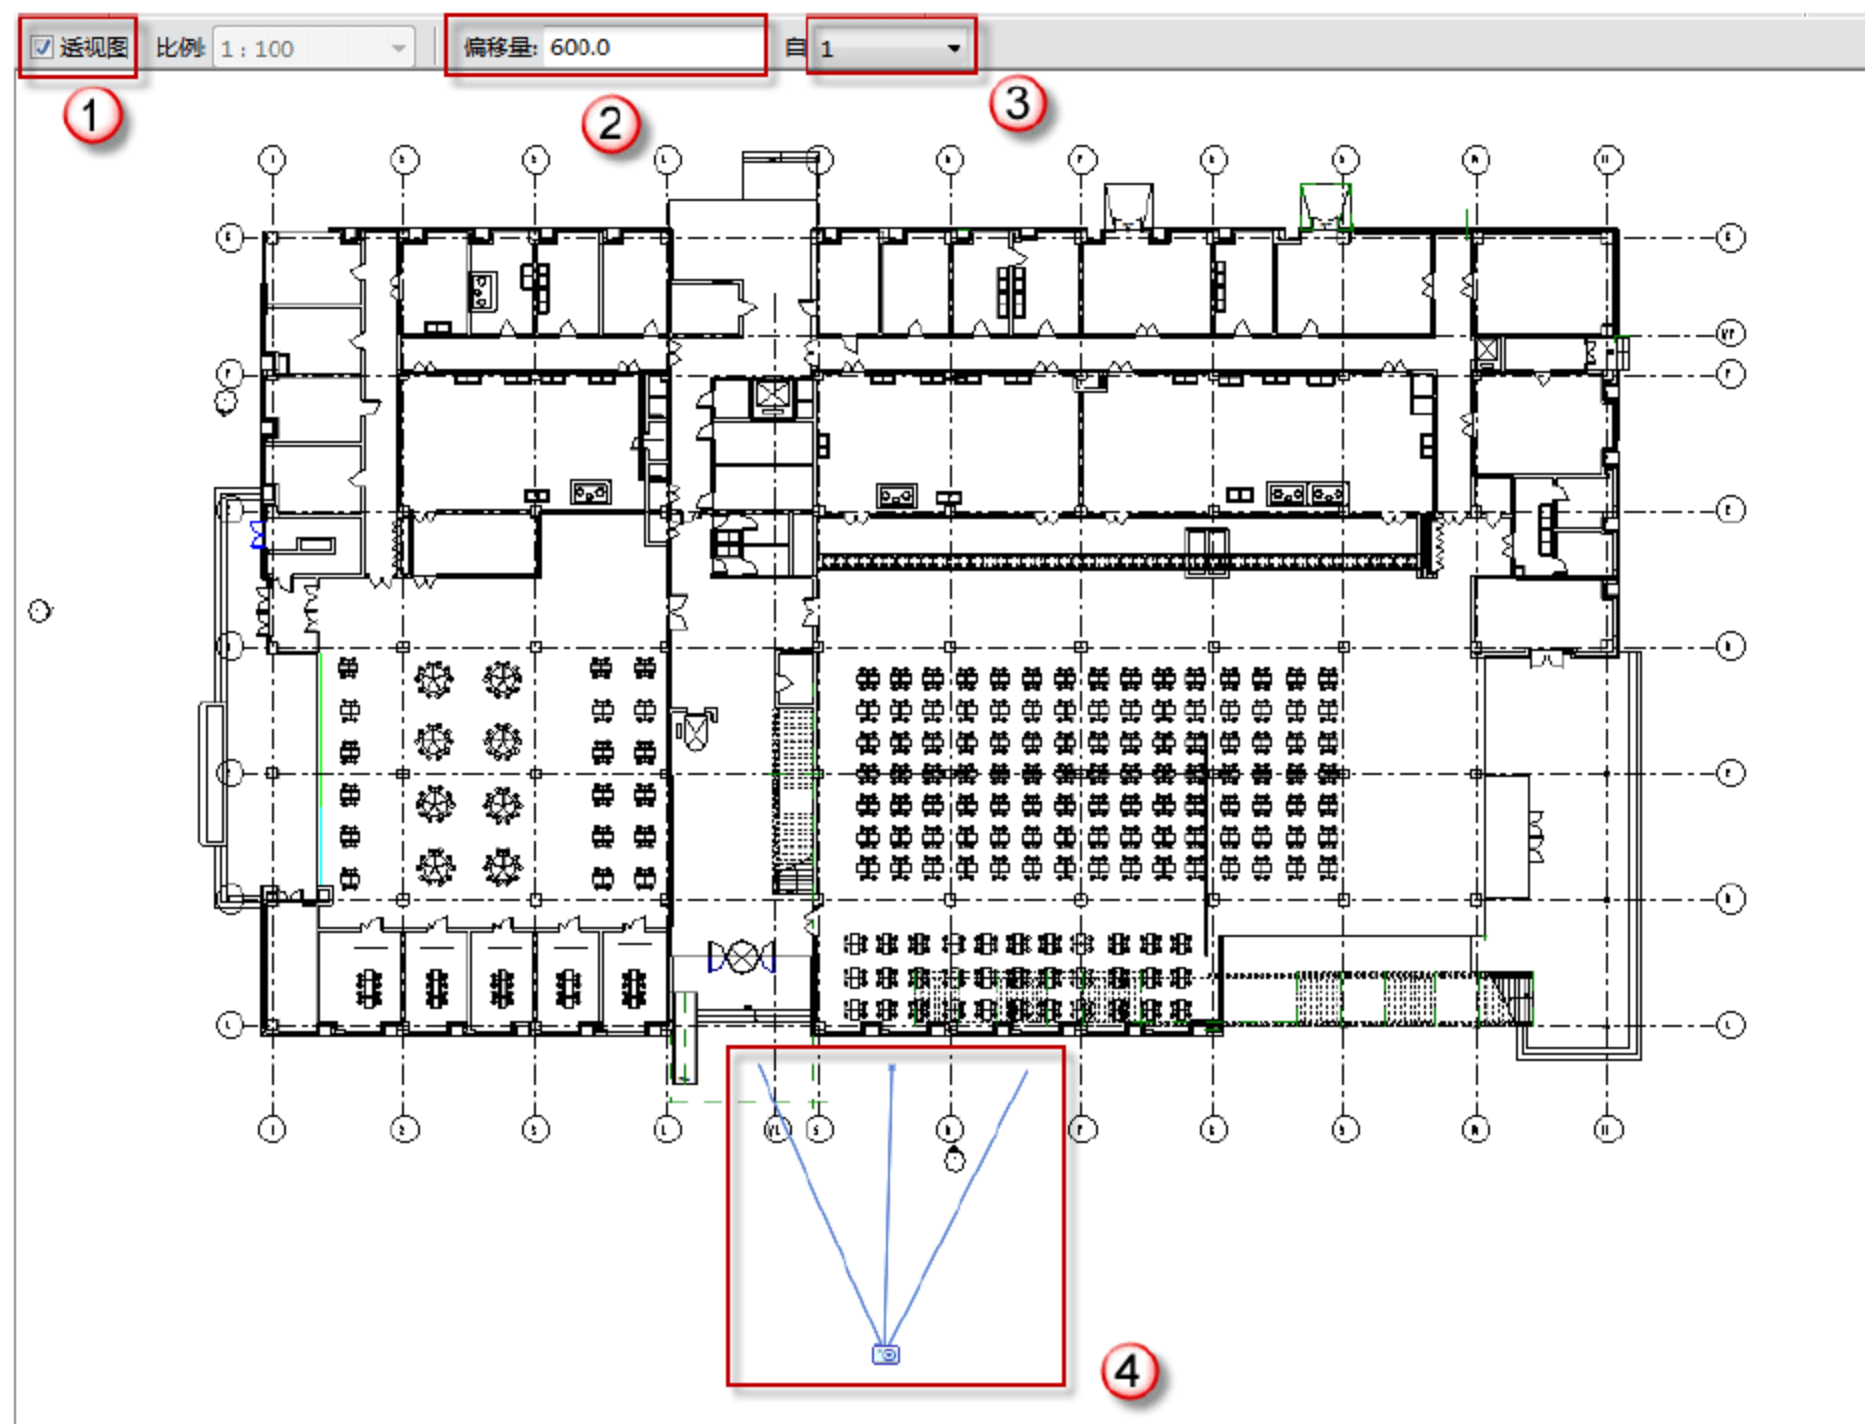
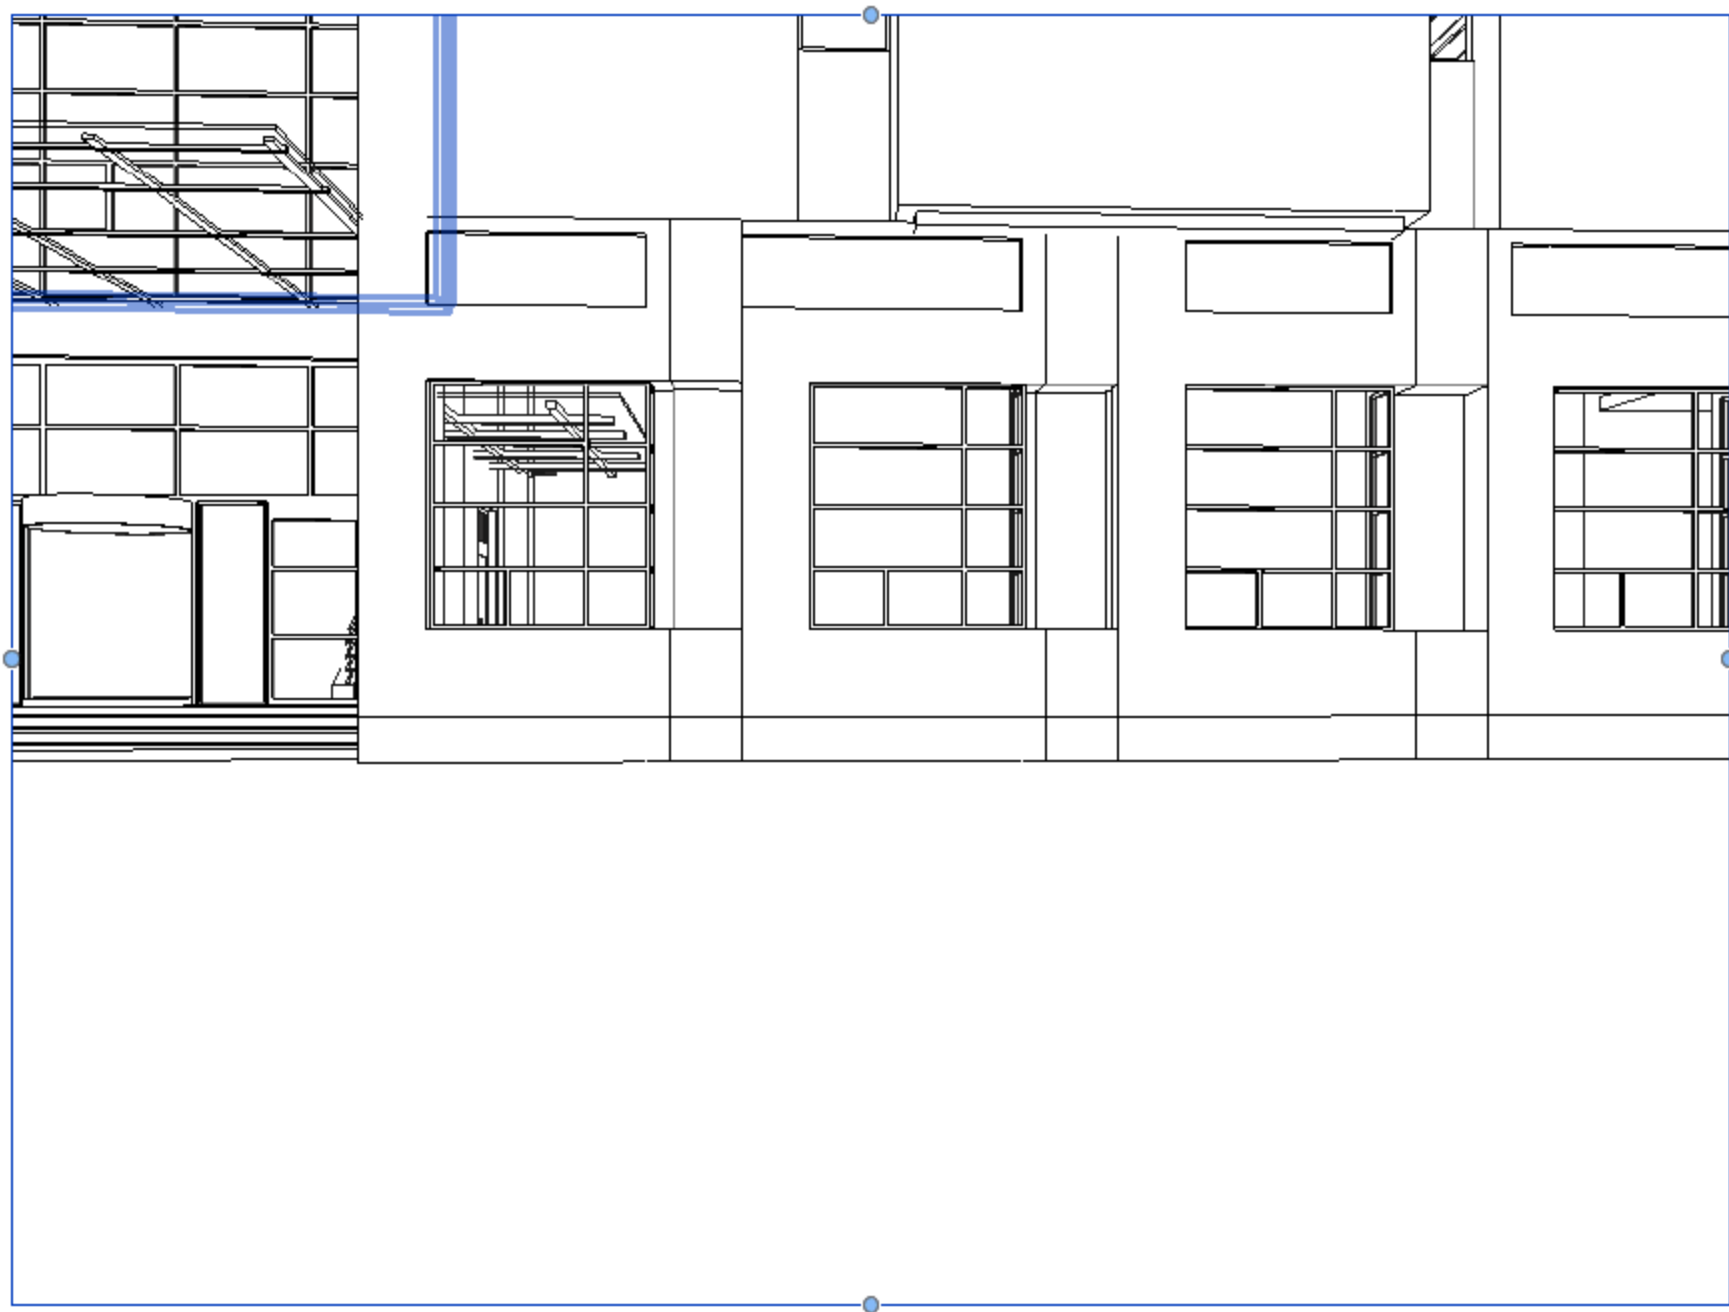

图 13.2.2 构建相机
图 13.2.3 相机效果
(2) 构建相机。选择“视图”→“三维视图”→“相机”命令，可以在任意处放置相机，选中“透视图”复选框（若不选，只能看到建筑立面），“偏移量”为相机偏移位置，如图 13.2.2 所示，相机位置为自一层平面向上偏移“600”mm，放置相机效果如图 13.2.3 所示。